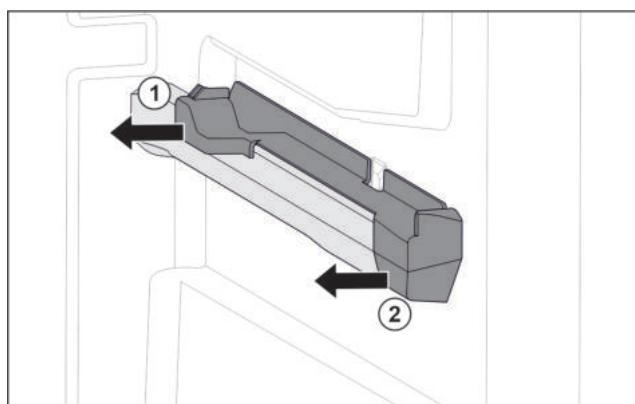

Fig. 39 Наставка върху дясното ребро на съда
- Изтеглете наставката отзад настрани. Fig. 39 (1)
- Изтеглете наставката отпред настрани. Fig. 39 (2)